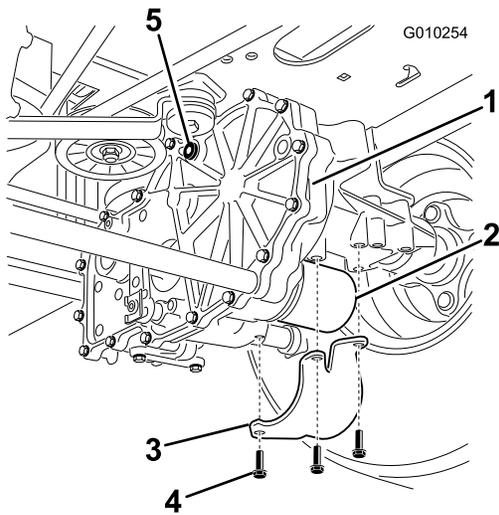

Figura 63
6. Localice el filtro y los protectores en cada sistema de transmisión de transeje (Figura 63).
7. Retire los 3 tornillos que fijan el protector del filtro y retire el protector (Figura 63).
4. Instale los protectores del filtro sobre cada filtro que retiró anteriormente (Figura 63).
5. Utilice los 3 tornillos para fijar los protectores de los filtros (Figura 63).
8. Coloque el tapón de ventilación (Figura 63).